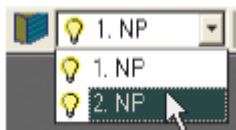

Рис. 1.6-1
1. Переключитесь во второй этаж. Возле надписи 1.NP/1.НЭ на верхней планке нажмите *кнопку со стрелкой*. Появится шторка. Переместите курсор на строку с текстом 2.NP/2.НЭ, и щелкните левой кнопкой мыши (Рис. 1.6-1).